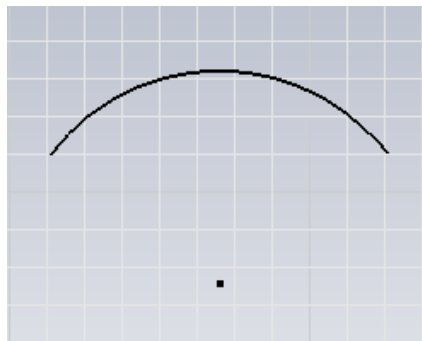

Figura 3.7 Generación de arco por tres puntos.
- Seleccione el punto intermedio del arco y termine el comando, figura 3.7